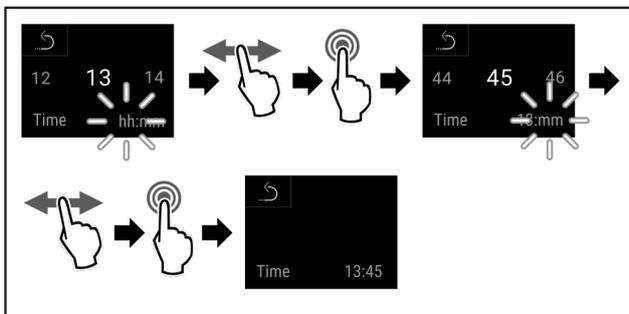

Fig. 56
- u Handlungsschritte (siehe Fig. 56) durchführen.